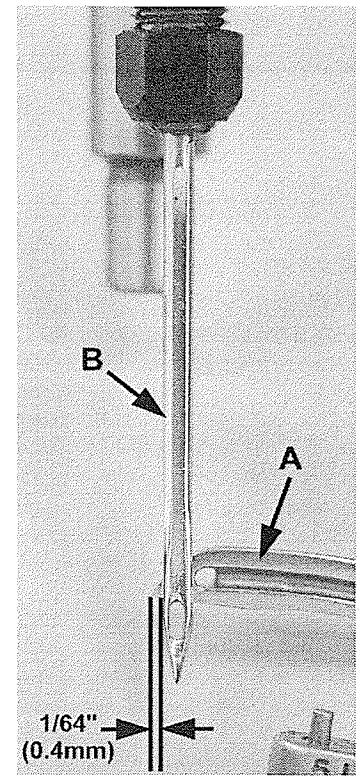
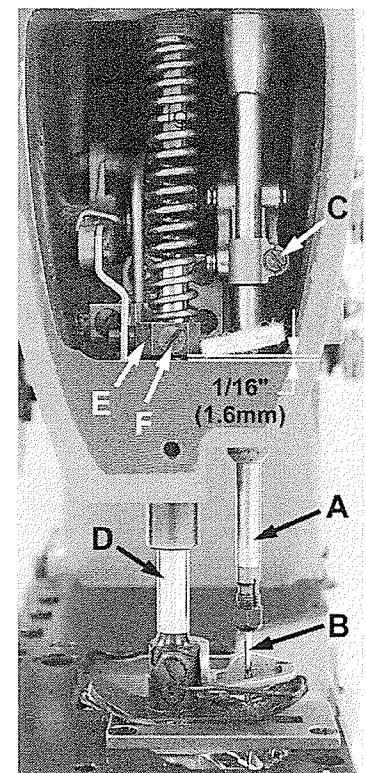

Fig 8
Fig 14
Gire el volante hasta una posición donde la punta del looper (A, Fig. 8) sobrepase 1/64 de pulgada (0.4 mm) el lado izquierdo de la aguja (B). En esta posición la parte superior del ojo de la aguja (B) deberá coincidir con el borde inferior del looper (A). Para ajustar éste, suelte el tornillo (C, Fig. 14), y mueva la barra de la aguja (B) hacia arriba o hacia abajo como sea requerido y apretando el tornillo otra vez.
La altura de la barra de la aguja (D, Fig. 14) es correctamente ajustada, si es posible de desmontar el pie prensa tela cuando la palanca del levantador del pie prensa tela, que esta ubicada en la parte trasera de la máquina y sobresale la tapa superior de la camera del eje principal esté completamente activada (halada hacia la derecha). Debería existir una distancia de aproximadamente 1/16 de pulgadas (1,6 mm) entre la superficie inferior de la conexión de la barra de la aguja y la guía (E) contra la apertura en la carcasa cuando se suelte la palanca del levantador de prensa tela y el prensa tela reposa planamente en la placa de la aguja con los dientes de arrastre en su posición inferior.
Ajuste el tornillo (A, Fig. 14), que regula la presión del resorte de tal manera que se ejerza suficiente presión al pie prensa tela para que se alimente la tela/papel uniformemente mientras se impone una suave tensión al material. Girando en sentido de reloj aumenta la presión, contra el reloj actúa al revés.